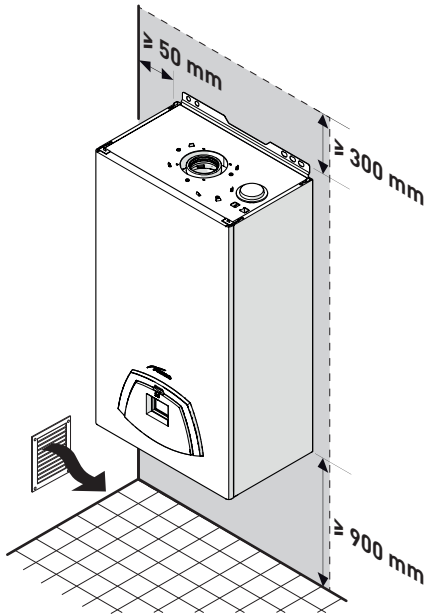

Рис. 17
- При монтаже необходимо учесть расстояния, необходимые для доступа к устройствам безопасности/регулировки и выполнения работ по техническому обслуживанию (см. Рис. 17).